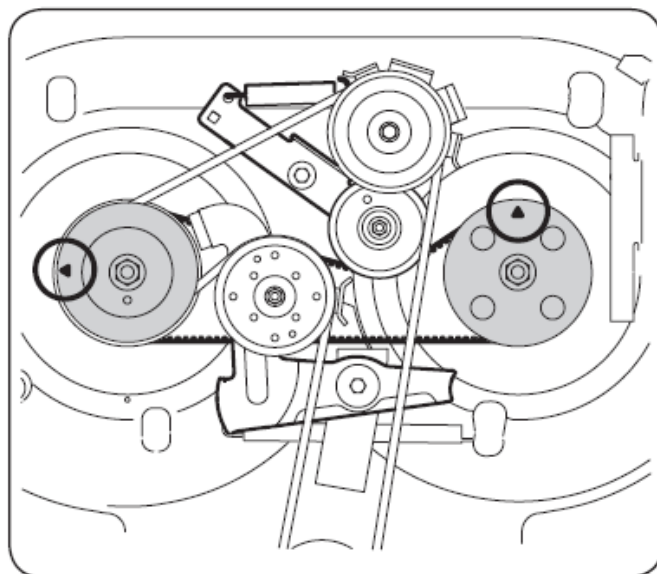

Figure 6-6
2. La partie supérieure de chaque poulie de fusée est indiquée par une flèche. Consultez la Fig. 6-6. Les flèches doivent être perpendiculaires (à angle de 90°) à chacune.